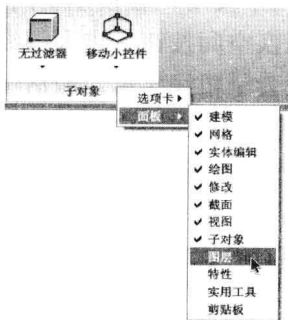

图 9-6-22
(9) 在三维建模空间中“常用”选项卡下的面板没有全部显示, 在面板中右击, 在弹出的菜单中选择未显示的面板名称“面板 / 图层”, 如图 9-6-22 所示。